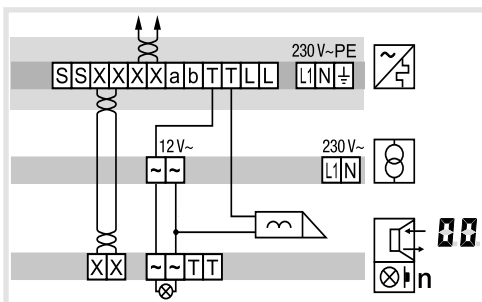

Bild 9: Anschluss der Türstation mit manipulationsgeschütztem Türöffner
- Bei manipulationsgeschützter Installation den Türöffner an den Kontakt der Strangversorgung anschließen (Bild 9).